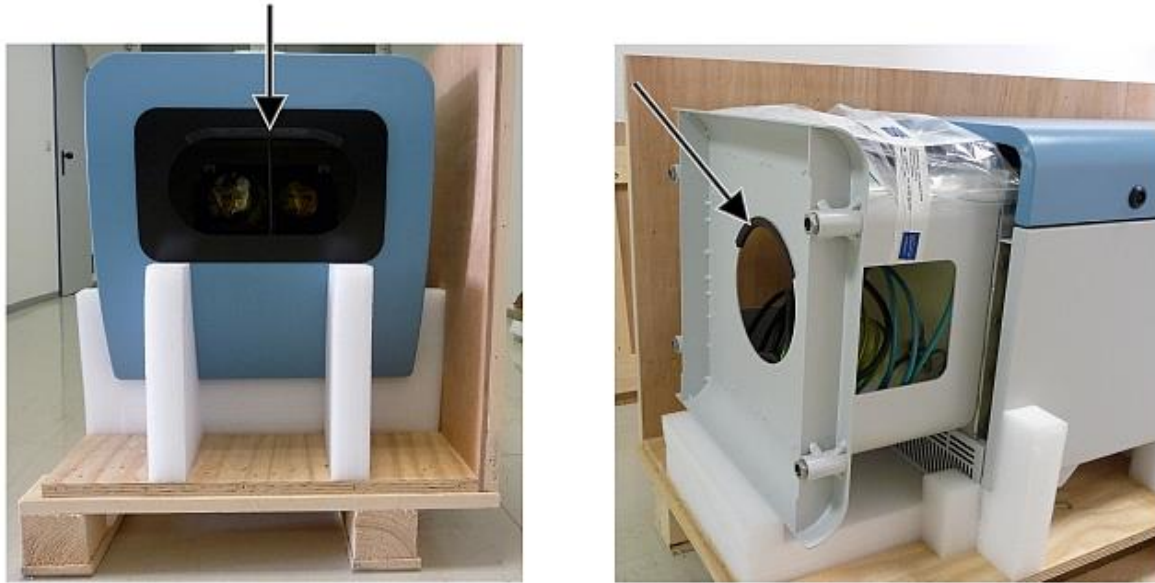

Abbildung 7 Hebepositionen und Griffschutz (Kantenschutzprofil).
- ⇒ CHM 15k vorsichtig per Hand unter Einhaltung aller Sicherheitsbestimmungen aus den Styroporelementen herausheben (Anhebepositionen: Abbildung 7).
- ⇒ Zum Tragen: in die mit Pfeilen markierten Öffnungen fassen (Abbildung 7)